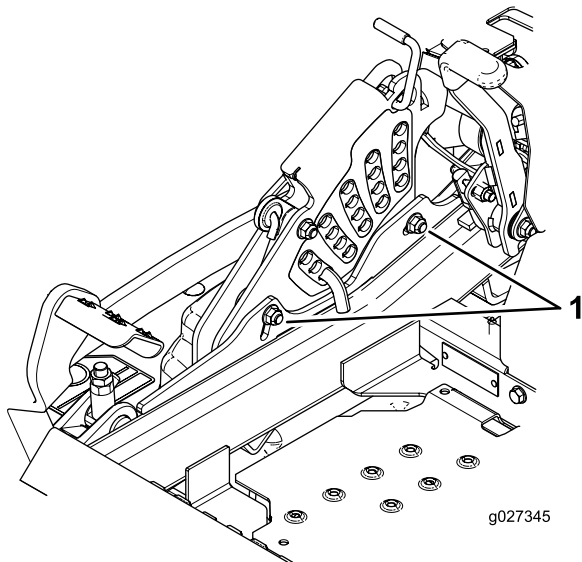

Figure 88
11. Pour régler le système monopoint, desserrez les deux boulons au bas de la plaque de hauteur de coupe Voir Figure 88.
13. Serrez les deux boulons au bas de la plaque de hauteur de coupe (Figure 88). Serrez à un couple de 37 à 45 N·m.